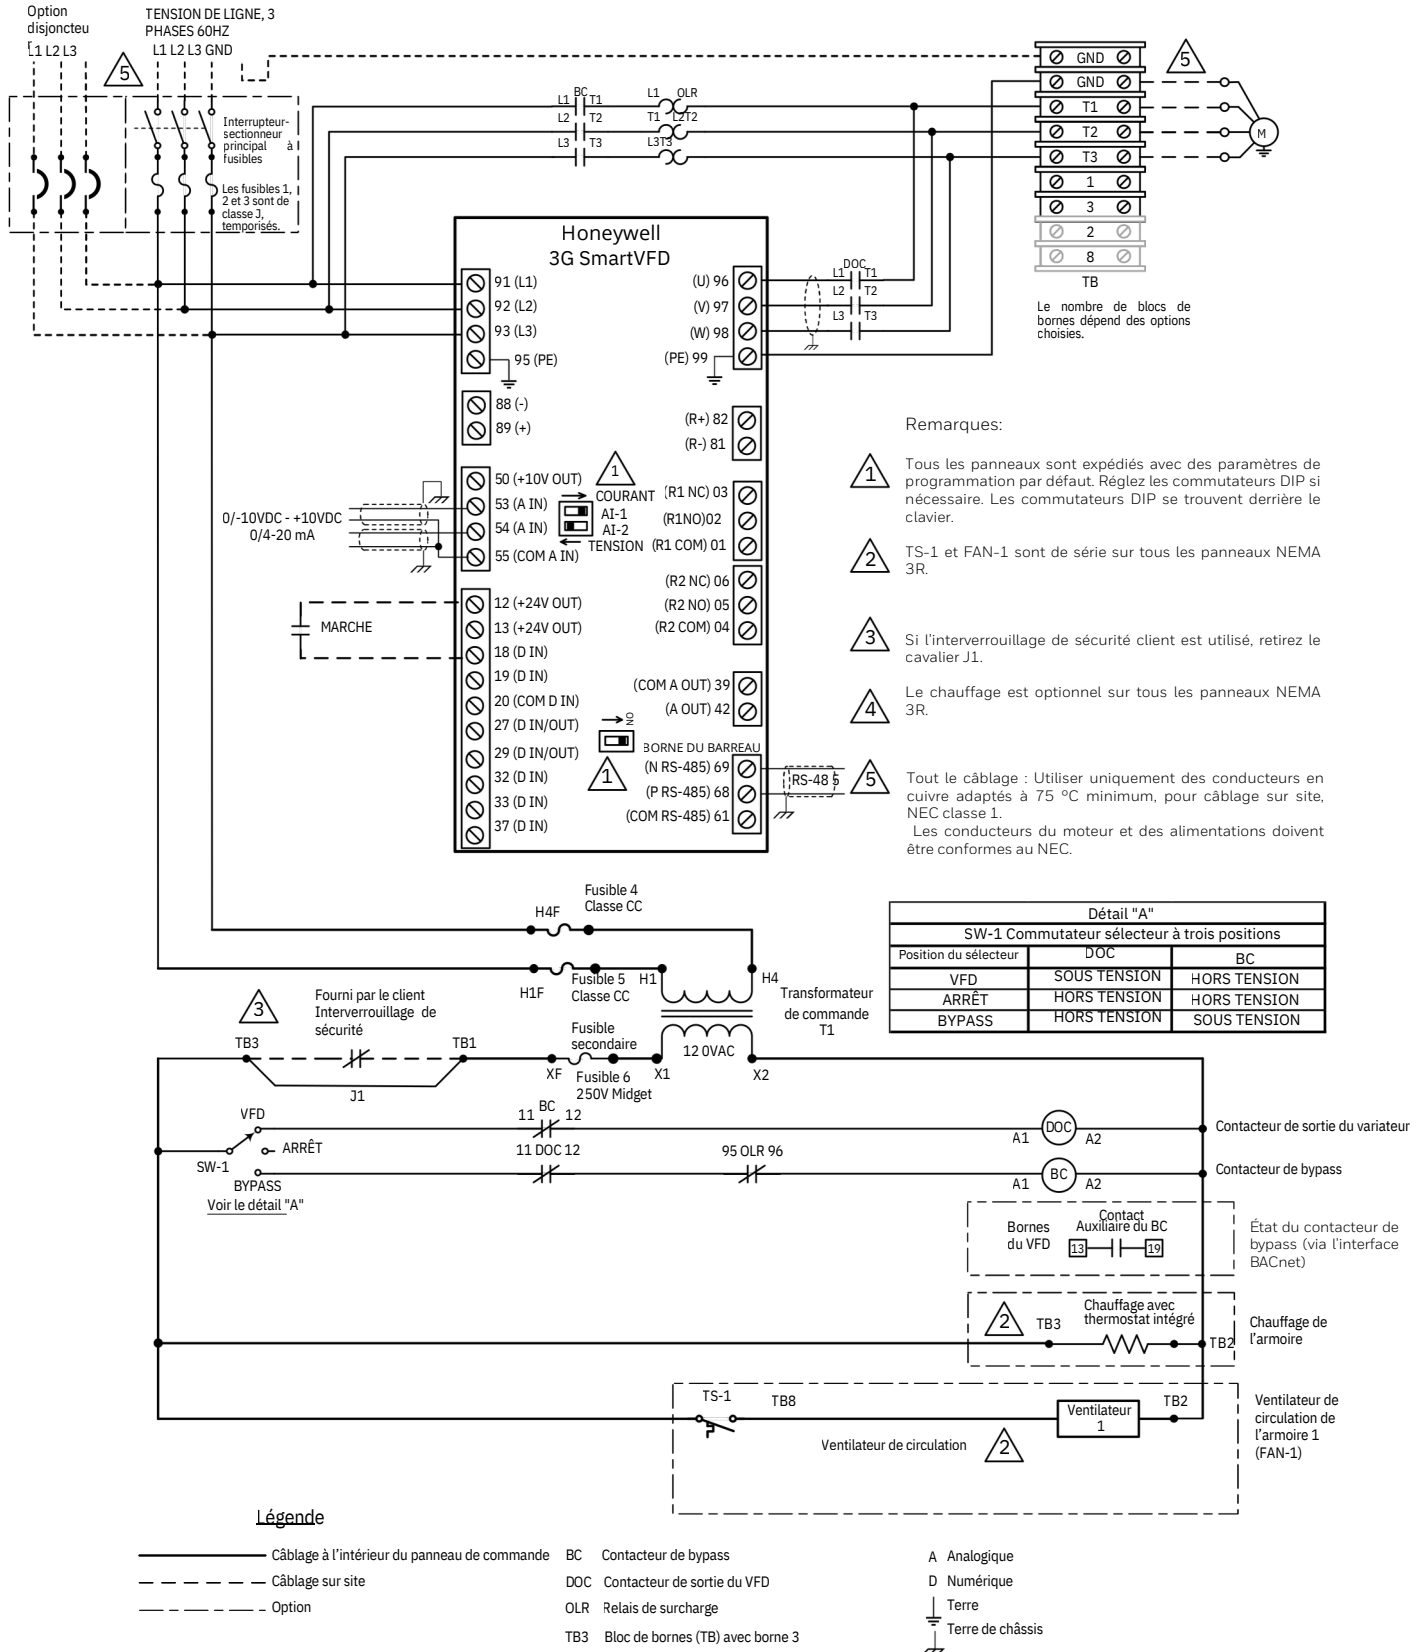

Fig. 1.0, schéma de câblage à 2 contacteurs.
- c. **Le variateur (VFD) fonctionne en marche arrière, la dérivation fonctionne en marche avant.** (Si le moteur tourne en marche arrière en mode VFD et en marche avant en mode dérivation, il peut y avoir un problème avec le câblage interne d'usine). Mettez l'alimentation hors tension, verrouillez la source d'alimentation, testez la tension entrante sur les fils d'alimentation de ligne aux bornes « L1 », « L2 », « L3 ». Une fois établi que l'alimentation est coupée, ouvrez le couvercle du variateur et localisez les bornes « 91 » (L1) et « 92 » (L2) sur le variateur. Inversez les fils sur les bornes « 91 » (L1) et « 92 » (L2). (Reportez-vous à la Fig. 1.0, schéma de câblage à 2 contacteurs). Rétablissez l'alimentation et vérifiez à nouveau la rotation. Vérifiez que la rotation du moteur en mode VFD est en marche avant. Une fois vérifié, basculez en mode dérivation et vérifiez la rotation en mode dérivation. Une fois la rotation correcte confirmée dans les deux modes, procédez à la mise en service et au réglage selon les besoins. Si les problèmes persistent, contactez le personnel d'usine de J&L pour obtenir une assistance technique.
- d. **Le variateur (VFD) fonctionne en marche avant, la dérivation fonctionne en marche arrière.** (Si le moteur tourne en marche avant en mode VFD et en marche arrière en mode dérivation, il peut y avoir un problème avec le câblage interne d'usine). Mettez l'alimentation hors tension, verrouillez la source d'alimentation, testez la tension entrante sur les fils d'alimentation de ligne aux bornes « L1 », « L2 », « L3 ». Une fois établi que l'alimentation est coupée, localisez le relais de surcharge à l'intérieur de l'armoire de dérivation. Repérez les bornes « T1 » et « T2 » sur le relais de surcharge. Inversez les fils sur les bornes « T1 » et « T2 ». (Reportez-vous à la Fig. 1.0, schéma de câblage à 2 contacteurs). Rétablissez l'alimentation et vérifiez à nouveau la rotation. Vérifiez que la rotation du moteur en mode VFD est en marche avant. Une fois vérifié, basculez en mode dérivation et vérifiez la rotation en mode dérivation. Une fois la rotation correcte confirmée dans les deux modes, procédez à la mise en service et au réglage selon les besoins. Si les problèmes persistent, contactez le personnel d'usine de J&L pour obtenir une assistance technique.